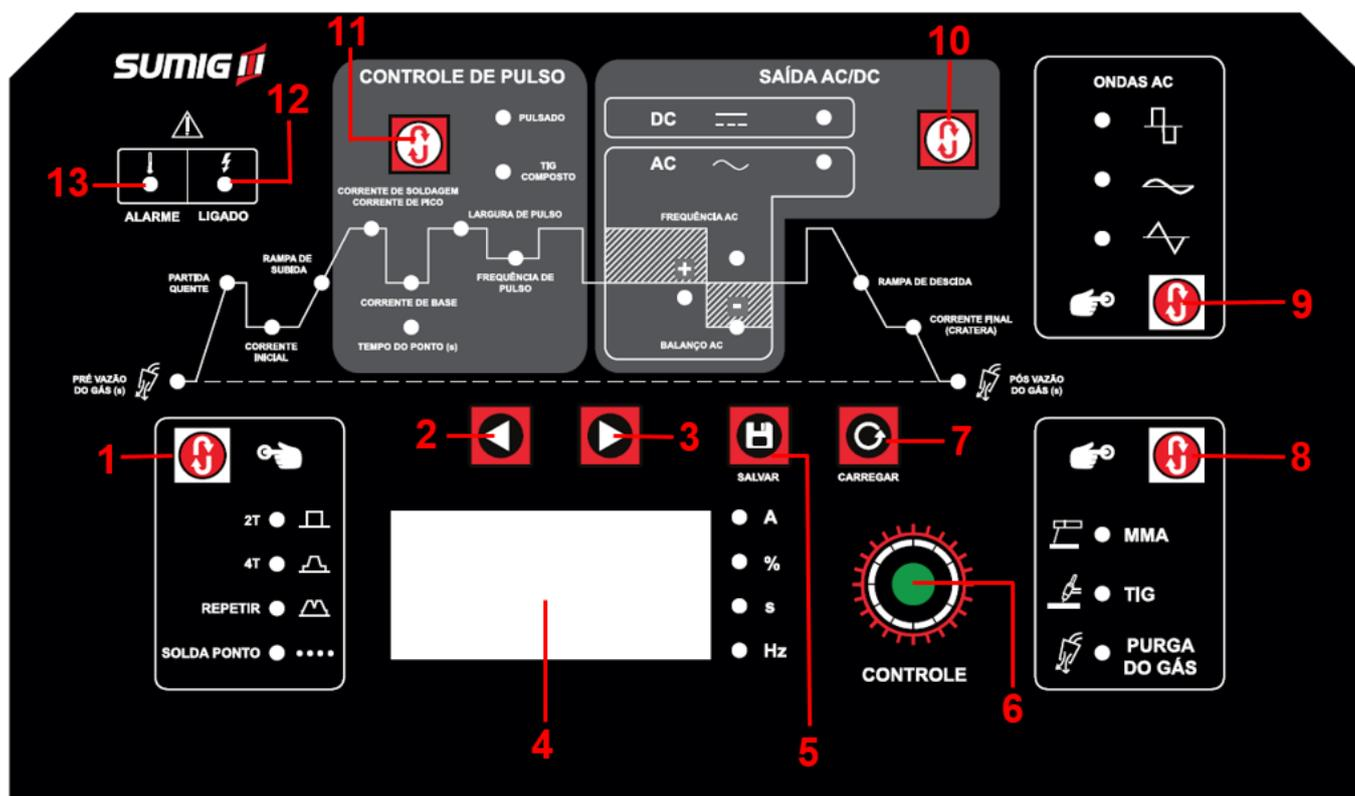

Figura 3
### 3.1 PAINEL DE CONTROLE LION 350 (FIGURA 3)
7.2.2 Pressione a tecla para seleção de processos (**posição 8, figura 3**) e selecione MMA.
7.2.3 Determine a corrente de soldagem selecionando a função “CORRENTE DE PICO/CORRENTE DE SOLDAGEM” no painel de operações. Ajuste o valor através do encoder “CONTROLE” (**posição 6, figura 3**).
8.2.2 Pressione a tecla para seleção de processos (posição 8, figura 3) e selecione TIG.
8.2.3 Determine através da tecla “SELEÇÃO MODO DE OPERAÇÃO” (posição 1, figura 3), o modo de acionamento da fonte de soldagem: 2T, 4T, REPETIR ou SOLDA PONTO.